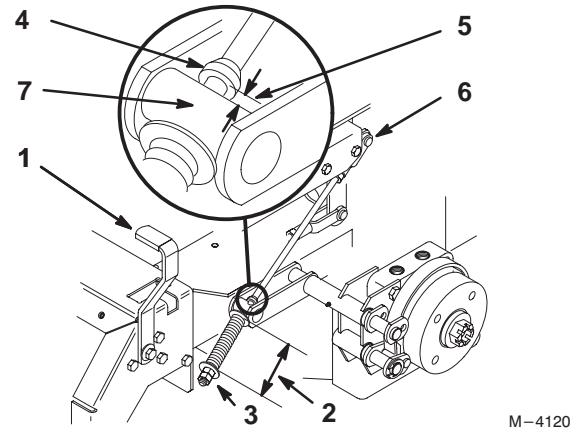

Abbildung 56
2. Die Länge der Feder messen. Der Meßwert sollte zwischen den Unterlegscheiben 70 mm (2,75") betragen (Abb. 56).
3. Wenn eine Einstellung erforderlich ist, die Gegenmutter unter der Feder lösen und die Mutter unmittelbar unter dem Bügel festziehen (Abb. 56). Die Mutter drehen, bis der korrekte Meßwert erreicht ist. Die beiden Muttern gegeneinander anziehen und den Vorgang an der anderen Seite der Maschine wiederholen.
6. Den Abstand zwischen der Drehzapfenrolle und der Manschette an der Bremsstange messen. Der Meßwert sollte 5–7 mm (3/16"–1/4") betragen (Abb. 56).
7. Wenn eine Einstellung erforderlich ist, die Gegenmutter direkt unter dem Bügel lösen. Die unteren Einstellmuttern drehen, bis der korrekte Meßwert erreicht ist (Abb. 56). Die Gegenmutter am Bügel festziehen.